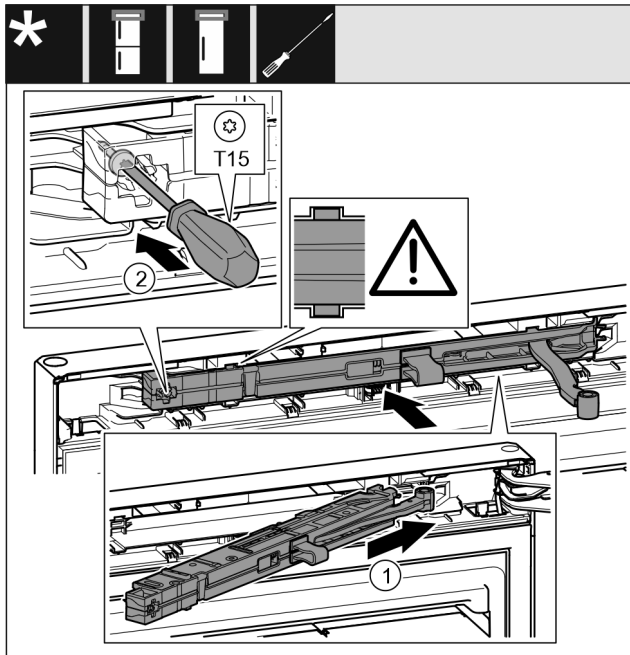

Fig. 42
- ▶ 将托架侧面的关门阻尼单元 Fig. 42 (1) 倾斜插入凹槽直至止挡装置。
- ▶ 用螺丝刀拧紧螺钉 Fig. 42 (2)。